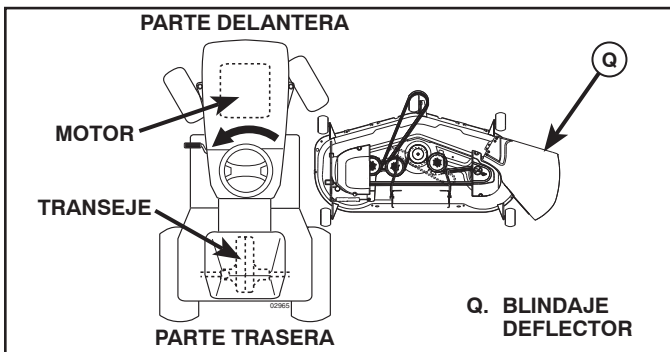

Fig. 23
3. GIRE EL VOLANTE HACIA LA IZQUIERDA Y UBIQUE LA CORTADORA DE CÉSPED EN SU LUGAR (Vea Fig. 23)
- Gire el volante completamente hacia la izquierda y ubique la cortadora de césped en el lado derecho del tractor con el blindaje deflector (Q) a la derecha.